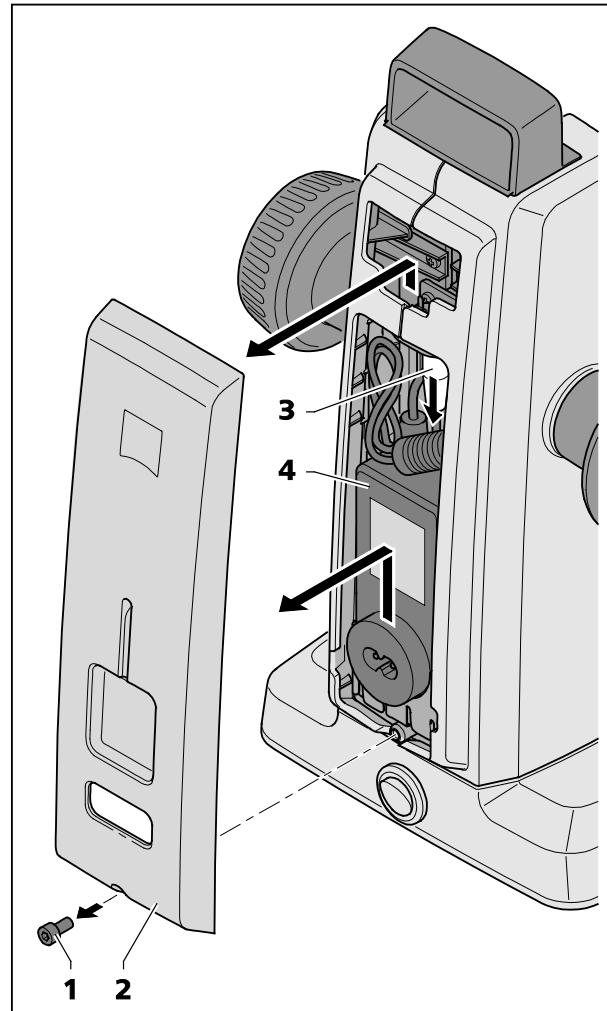

Fig. 27 Substituir a fonte de alimentação
- Remover com ajuda da chave Allen o parafuso (Fig. 27/1) situado no lado inferior da tampa do aparelho.
- Arrancar levemente a tampa do aparelho (Fig. 27/2) por baixo e empurrá-la para cima.
- Extrair o plugue (Fig. 27/3) e remover a fonte de alimentação (Fig. 27/4) defeituoso.